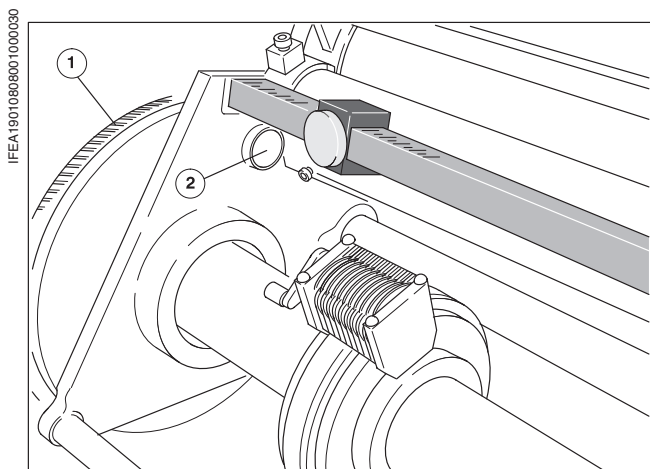
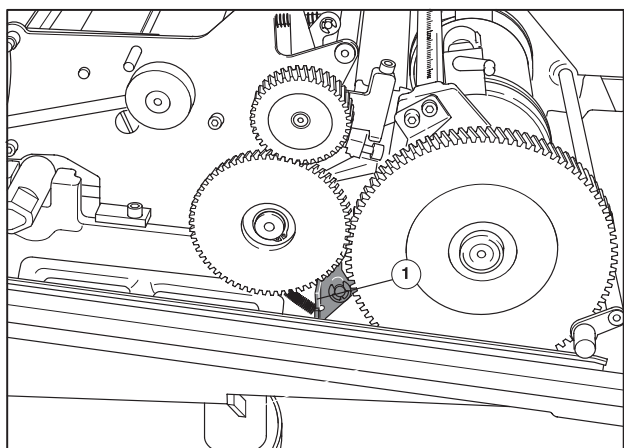

Рис. 50 Фиксация приводной шестерни
Рис. 51 Стопорная защелка шестерни
- 1 Вывинтить до упора латунный винт (Рис. 50/2), фиксирующий приводную шестерню.
- 2 Поворачивать приводную шестерню (Рис. 50/2) до тех пор, пока собачка не защелкнется (Рис. 51/1) на шестерне.